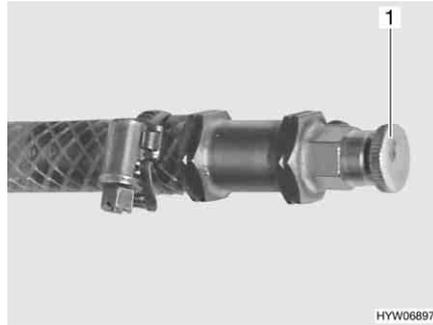

Fig. 256 Válvula de evacuação de ar para o aquecimento de água
- Abra a válvula de evacuação de ar (Fig. 256,1) e deixe-a aberta até deixar de sair ar.